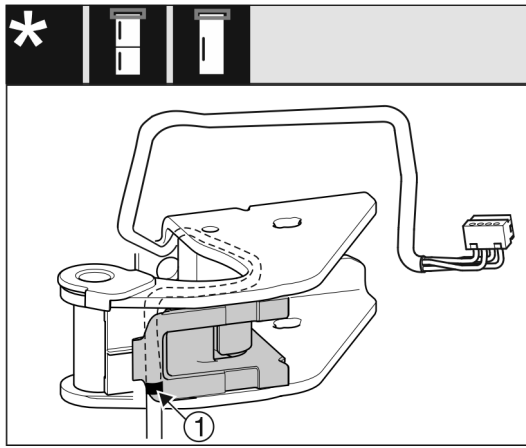

Fig. 30
- Mittlere Markierung Fig. 30 (1) muss dabei auf der Kante der Kabelhalterung liegen.